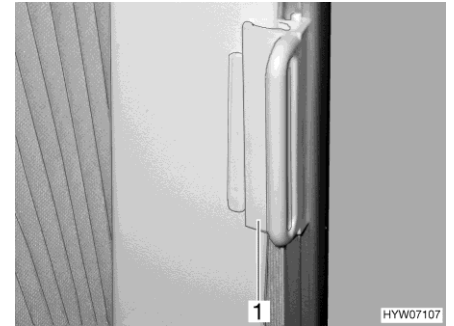

Fig. 46 Dispositivo di bloccaggio per la tendina oscurante pieghevole
- Bloccaggio:** ■ Spingere l'impugnatura (Fig. 46,1) fino al sopralzo. La tendina oscurante pieghevole è ora bloccata.